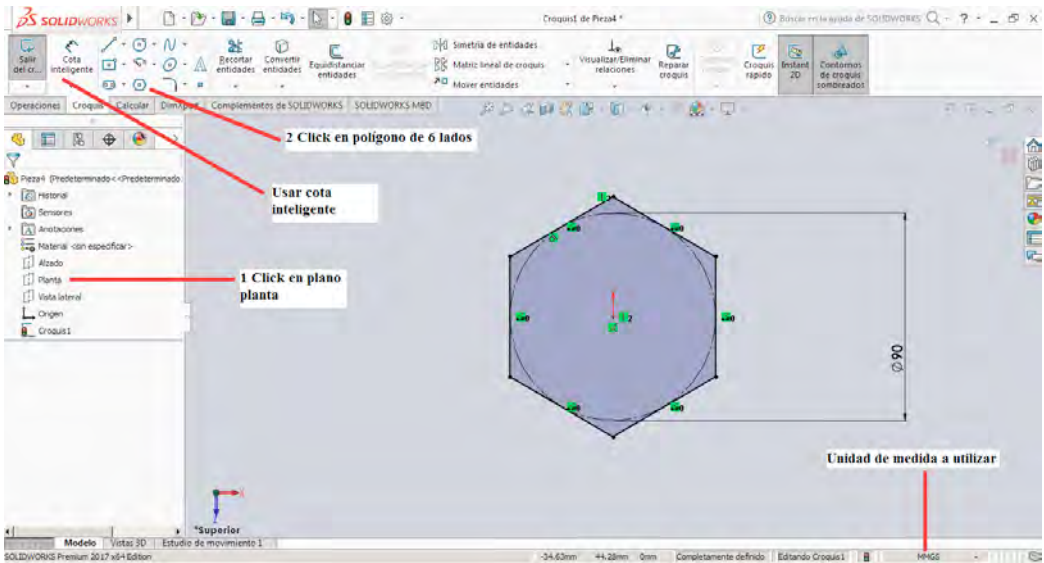

Figura 3-9
2. En la pestaña de croquis se selecciona con click la herramienta Polígono y se construye uno de 6 lados para este caso el sistema de unidades que se utilizará es MMGS (Milímetros, Gramos y Segundos) en la figura 3-9 se muestra las medidas realizadas con Cota Inteligente para el desarrollo del croquis